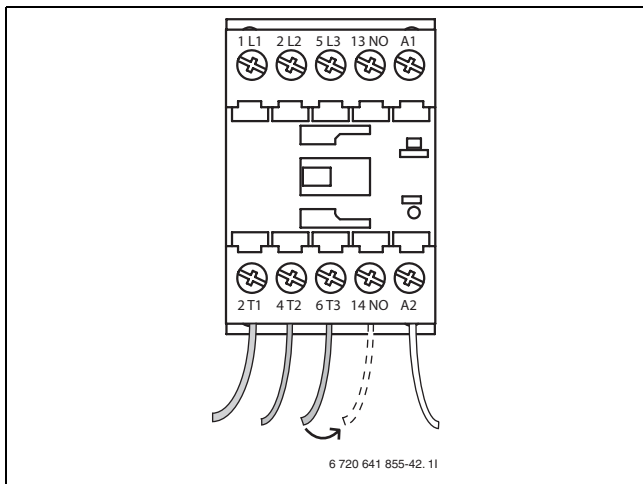

Bild 31 Kontaktor K2
- ▶ Demontera T3-anslutningen (grå kabel) på undersidan av kontaktorn (→Bild 31).
- ▶ Montera kabeln på kontaktorns NO-anslutning (→Bild 31).